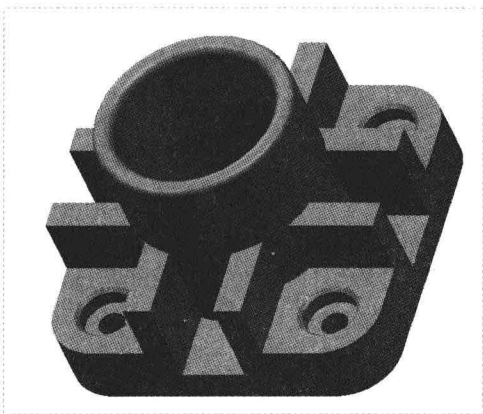

图 18-29 气缸盖效果
Step 14 单击“应用并保存在工具中所做的所有更改, 然后关闭工具操控板”按钮 , 完成边倒角特征的创建, 此时即可完成气缸盖的制作, 效果如图 18-29 所示。